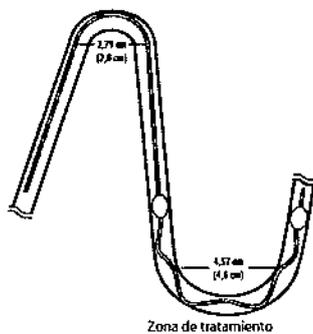

Figura 3 Diámetros de curvatura mínimos
- El diámetro de curvatura mínimo del dispositivo es de 2,8 cm (1,1 in.). Véase la figura 3.
- Durante la operación, deben evitarse curvaturas con un diámetro menor de 4,6 cm (1,8 in.) en la zona de tratamiento. Véase la figura 3.